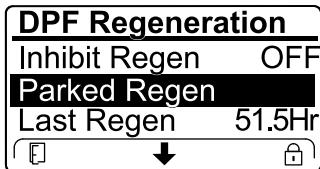

Bild 57
- Wenn der Motorcomputer eine Wiederherstellung-Regenerierung anfordert oder eine Wiederherstellung-Regenerierung ausführt und Sie auf die Option PARKED REGEN navigieren, ist die geparkte Regenerierung gesperrt und das Schloss-Symbol (Bild 57) wird unten rechts im InfoCenter angezeigt.